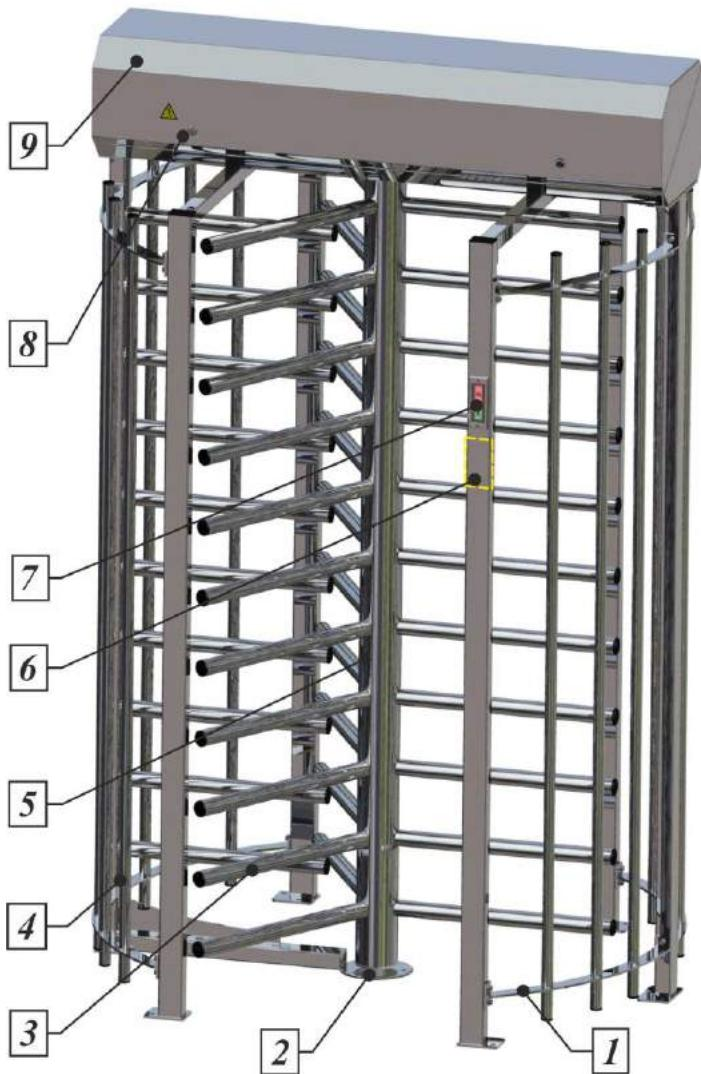

Рис. 2 – Конструкция и общий вид серии турникетов «Sesame» АЮИА.425
1.4.1.1. Конструкция (см. рисунок 2) состоит из стенки ограждения 1, стенки прохода 8 и ротора 7. Верхней стяжкой конструкции является контейнер 5, внутри которого установлен механизм управления турникета, электрооборудование (блок питания и управления, контроллеры, аккумулятор*, система обогрева* (в стандартный комплект поставки не входит) и др.).